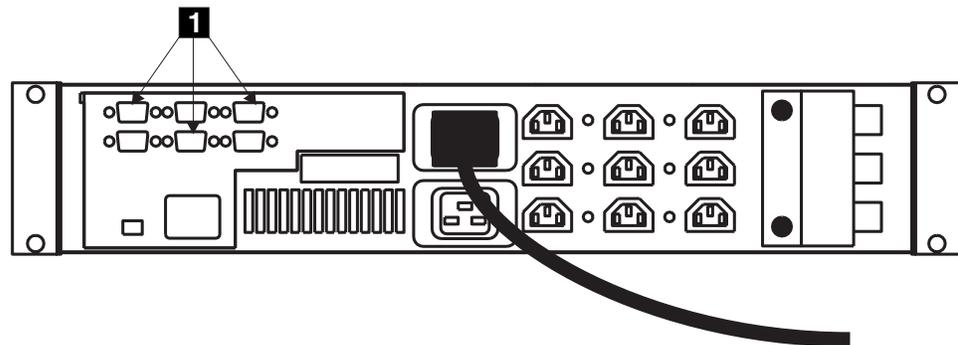

図 111. シグナル・ケーブルの切り離し
2. 無停電電源装置の後部のシグナル・ケーブル **1** (図 111) を切り離します。